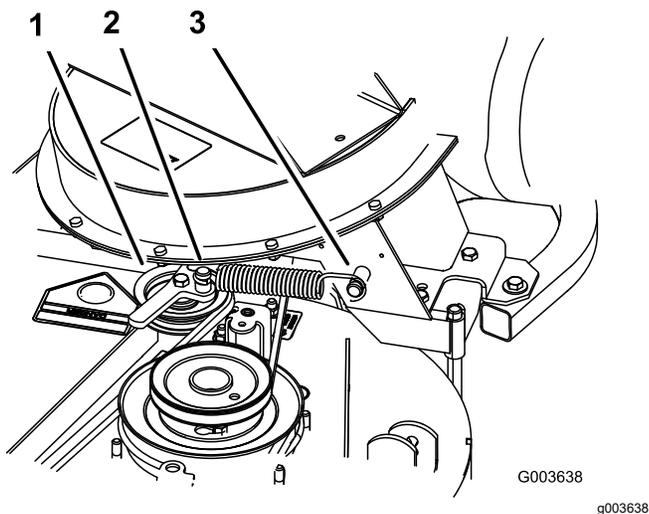

Figure 18
4. Installez le ressort comme montré à la Figure 18.